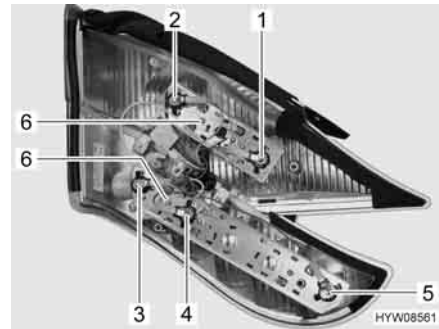

Fig. 177 Luci posteriori (lato posteriore)
- Svitare le due viti Torx (Fig. 177,6) del listello di supporto interessato sul lato posteriore dell'alloggiamento.